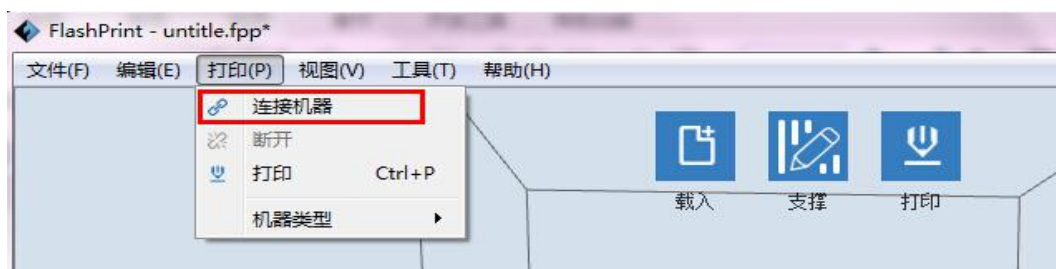

图7-9
- ① 用USB数据线将**Guider II** 和电脑连上
- ② 启动**Guider II** 打印机，确保打印平台已经调平，耗材进丝操作已经完成。
- ③ 在FlashPrint软件中，如果您看到的模型预览界面，点击右上角的[打印]图标，也可点击菜单栏[打印]-[连接机器]按钮（图7-9），在跳出的对话框中，连接模式栏选择USB，选择机器栏选择**FlashForge Guider II 3D Printer**，再点击